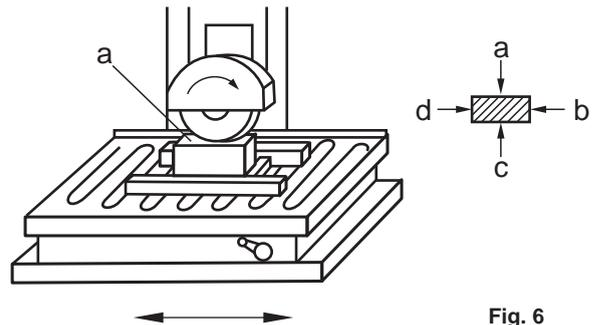

Fig. 6
- b) Rectifique la superficie plana del lado "a". (Fig. 6)